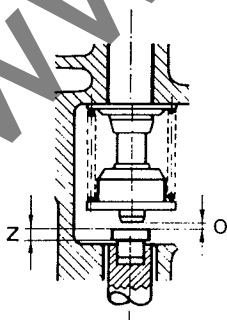

Fig. 5
Le réglage du jeu des soupapes (0, fig. 5) doit être effectué, le moteur étant froid (voir caractéristiques techniques).
Vérifier le jeu (0) entre la queue de soupape et le chapeau de poussoir à l'aide d'une jauge, la soupape étant fermée (poussoir au point mort bas). Les chapeaux de poussoir peuvent être obtenus en diverses épaisseurs (Z) de 1,9 mm à 4,5 mm, échelonnées de 0,10 en 0,10 mm. En cas de commande, indiquer l'épaisseur (Z, fig. 5) désirée. Le jeu correct (0) des soupapes est obtenu par le montage d'un chapeau d'une épaisseur adéquate.